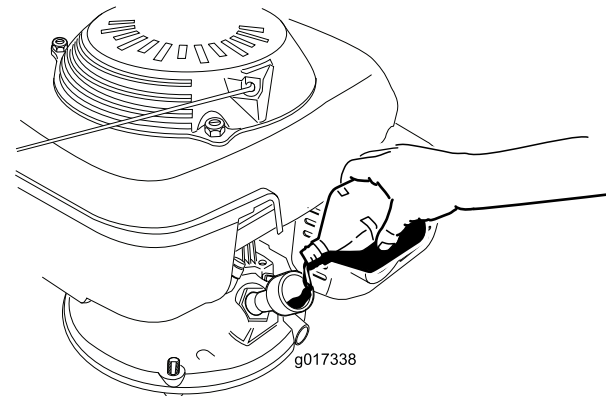

Figura 8
- Con cuidado, vierta tres cuartas partes aproximadamente de la capacidad total de aceite del motor en el tubo de llenado (Figura 8).